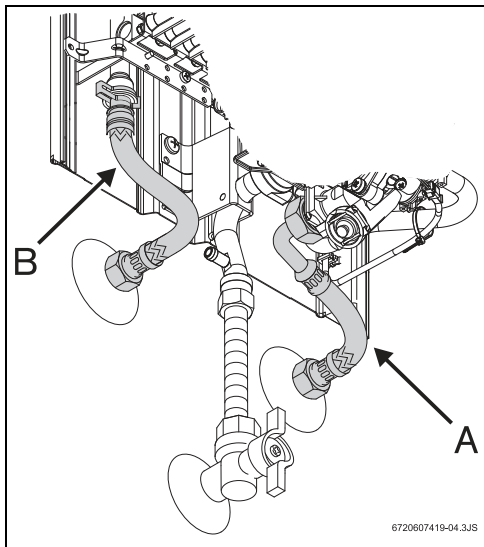

Fig. 11 Collegamento acqua
- ▶ Individuare le tubazioni di acqua calda (Fig. 11, pos. B) e fredda (Fig. 11, pos. A) dell'impianto onde evitare eventuali inversioni di collegamento.